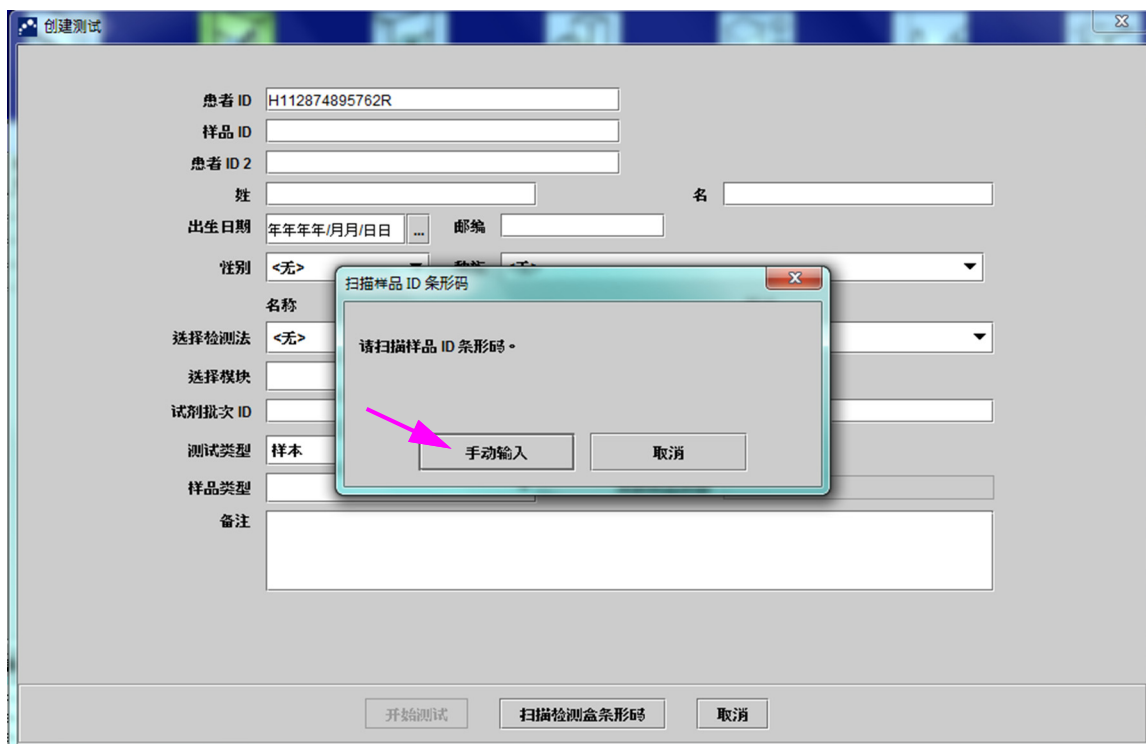

图 5-20. “创建测试”窗口和“扫描样品 ID 条形码”对话框
2. 使用随附的条形码扫描器扫描“患者 ID”条形码。请参阅第 5.5 节。出现“扫描样品 ID”对话框。参见图 5-20。